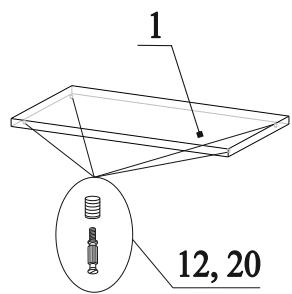

Рис.2
1. В отверстия на детали 1 вбить муфты 20 и вкрутить в них дюбеля 12 (рис.2);